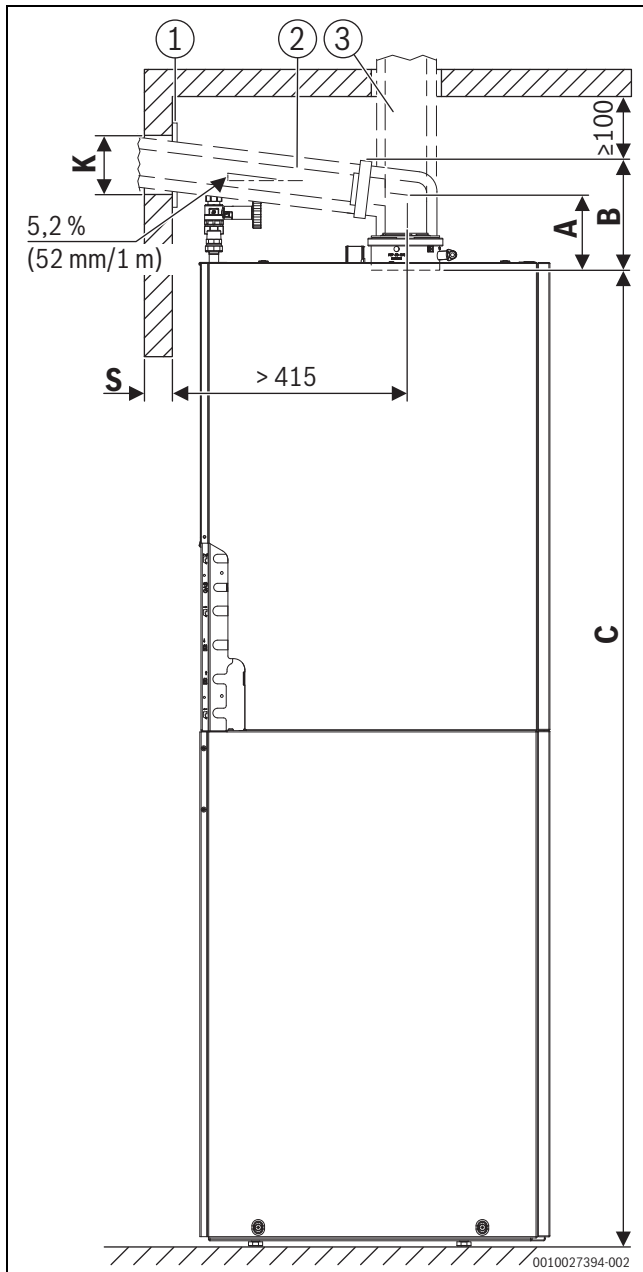

Bild 16 Ansicht von der linken Seite (Maße in mm)
- Falls erforderlich, Maß der Blende (→ Bild 16, [1]) addieren.